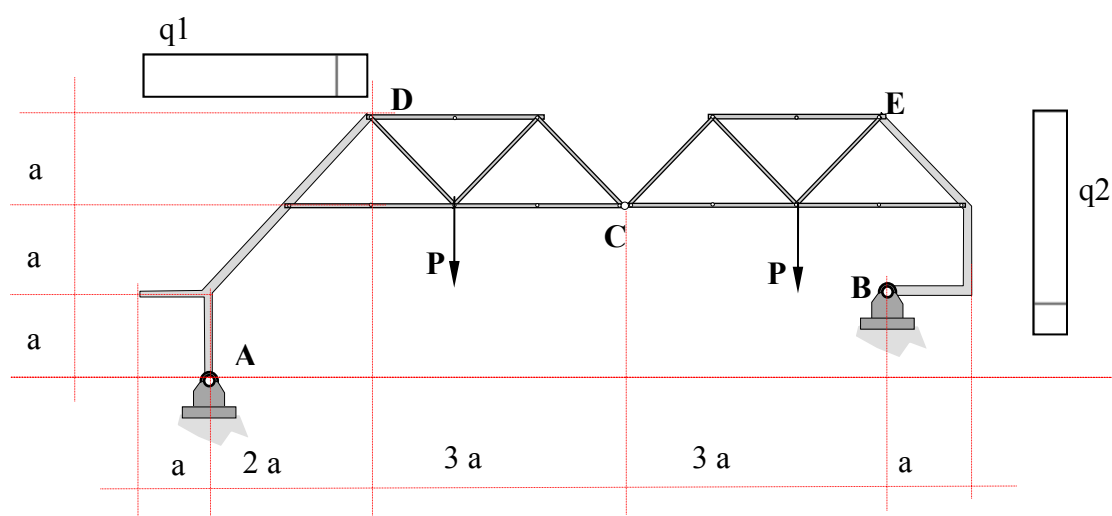

Fig. 4
7.e) Dada la estructura de la *Fig. 4*
7.e.a) Calcular las reacciones de vínculo externo (Fig. 4)
8.b) En la estructura de la *Fig. 4* desarrolle la LI del M_f en la sección intermedia entre el punto D y la primer barra horizontal del sistema reticulado empleando el método analítico. ($a=2\text{m}$)